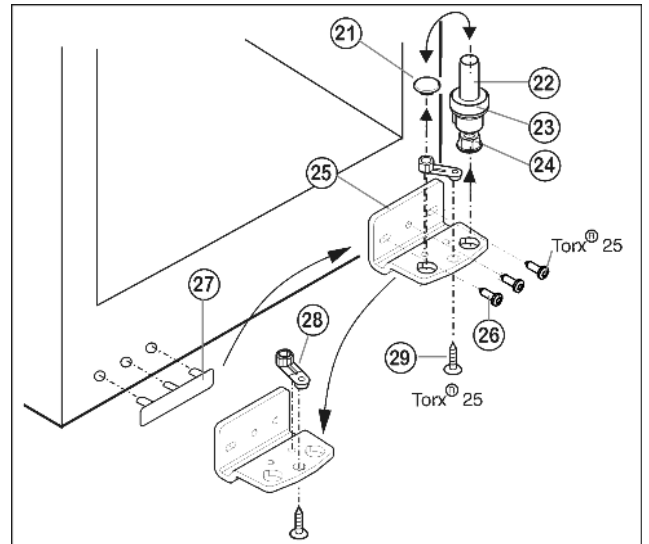

Fig. 5
- Извлеките опорный винт Fig. 5 (22) в комплекте с шайбой Fig. 5 (23) и регулируемой опорой Fig. 5 (24), вытягивая его вверх.
- Снимите пробку Fig. 5 (21).
- Открутите Fig. 5 (26) опорный кронштейн Fig. 5 (25).
- Открутите Fig. 5 (29) опорную деталь Fig. 5 (28) и, переставив в отверстие на противоположной стороне опорного кронштейна, снова прикрутите.
- Осторожно снимите и переставьте на противоположную сторону крышку со стороны ручки Fig. 5 (27).
- Снова прикрутите опорный кронштейн Fig. 5 (25) на новой стороне шарнира (с моментом 4 Нм). При необходимости используйте аккумуляторный шуруповерт.
- Переставьте пробку Fig. 5 (21) в свободное отверстие.
- Вновь установите опорный винт Fig. 5 (22) в комплекте с шайбой и регулируемой опорой. При этом фиксатор должен быть направлен назад.
- ▶ Установите дверцу сверху на нижний опорный палец Fig. 5 (22).
- ▶ При необходимости выровняйте дверцу через два продольных паза в нижнем опорном кронштейне Fig. 5 (25) параллельно корпусу устройства. Для этого выкрутите средний винт.